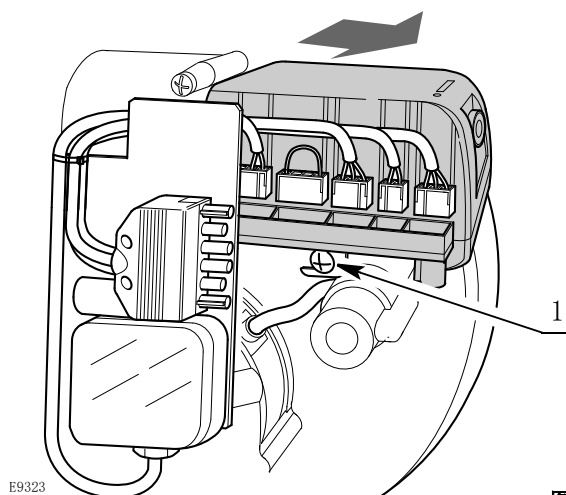

图 19
- 分断所有与之相连的连接器和 6 脚插头、高压电缆和地线 (TB)；
- 拧松螺钉 1) (图 19)，朝箭头方向牵拉控制箱。